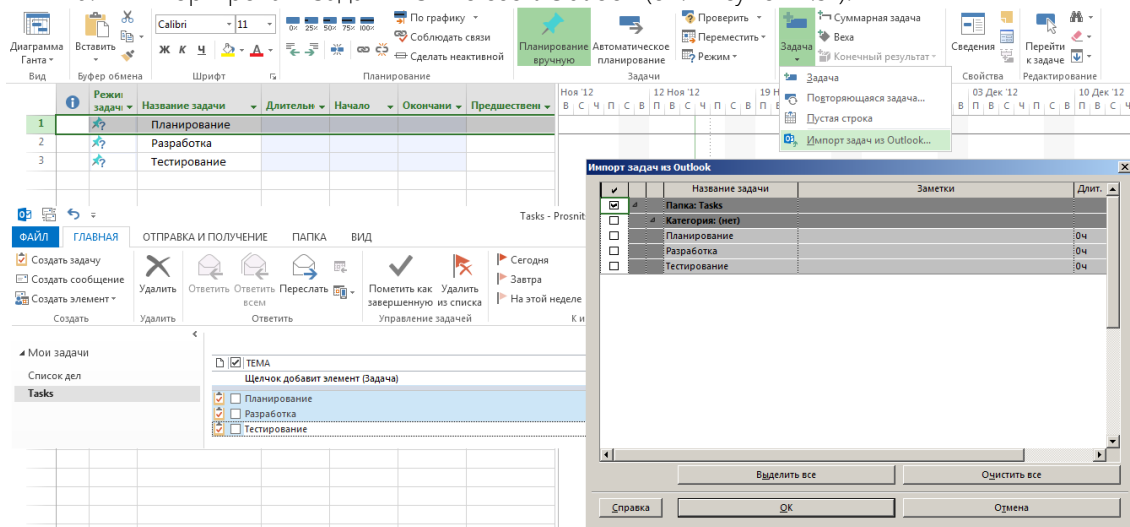

Рисунок 4.31 – Создание задач из списка задач Outlook
- d. Импортировать задачи из Microsoft Outlook (см. Рисунок 4.31).